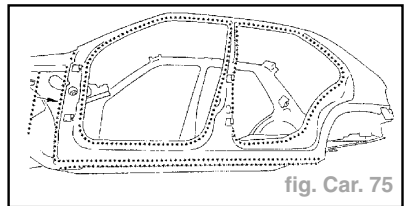

fig. Car. 75
- Dégraffer les points à l'aide d'une fraise de diamètre = **8 mm** (fig. Car. 75, 76 et 77).